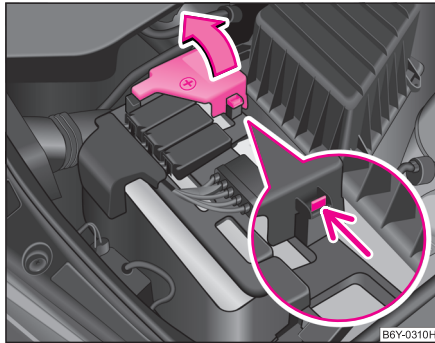

Abb. 160 Batterie:
- Entriegeln Sie die Verrastung an der Pluspol-Seite der Batterie ⇒ **Abb. 160**.